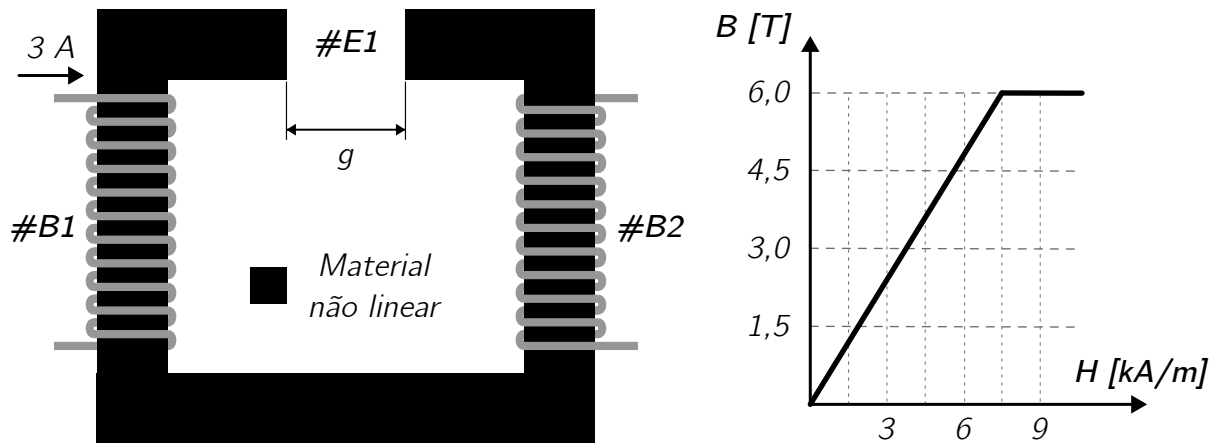

Figura 1: Ilustração para a Questão 2.
- ② A Figura 1 apresenta o esboço de um dispositivo com as seguintes características:
- A curva  $B-H$  do material não linear também está apresentada na Figura 1.
- c) 5 pontos Quantifique a corrente necessária no enrolamento #B2 para anular o fluxo magnético no entreferro. Adicionalmente, marque na Figura 1 o sentido da corrente  $I_2$ .